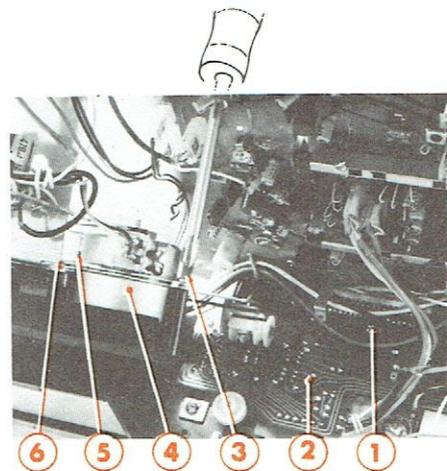
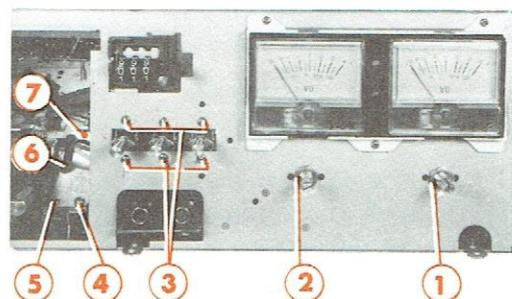

Fig. 3
Fig. 4
- 4° - Enlever les vis (3) et (6) en utilisant la lame d'un tournevis comme indiqué sur la figure 3.
## E — DEPOSE DE LA PLATINE DE COMMANDES (Fig. 3 et 4)
- 3° - Enlever les vis (4), (5), (6), (Fig. 4) et (1) (Fig. 3).
- 4° - Déposer l'équerre support poulies (7) (Fig. 4) et les courroies d'entraînement du compteur.
- 5° - Enlever les écrous et rondelles (1) et (2) (Fig. 4).
- 6° - Enlever les vis (3) (Fig. 4).
- 7° - Retirer la platine de commandes (2) (Fig. 3).
## F — DEPOSE DU MOTEUR (Fig. 3)
- 3° - Enlever les vis (3) et (5) en utilisant la lame d'un tournevis comme indiqué sur la figure 3.
- 4° - Déposer le moteur (4).
- 3° - Enlever la vis (4) de la figure 4.
- 4° - Déplacer la platine mécanique (15) de sa position initiale afin de faciliter le démontage des touches.
- 6° - Enlever l'anneau d'arrêt (17).
- 7° - Déboîter les ressorts de rappel (7), (9), (11), (13) et (14) de leur encoche respective (18).
- 8° - Enlever l'axe (5) du support (16).
- 9° - Déposer toutes les touches et ressorts de rappel du support (16).